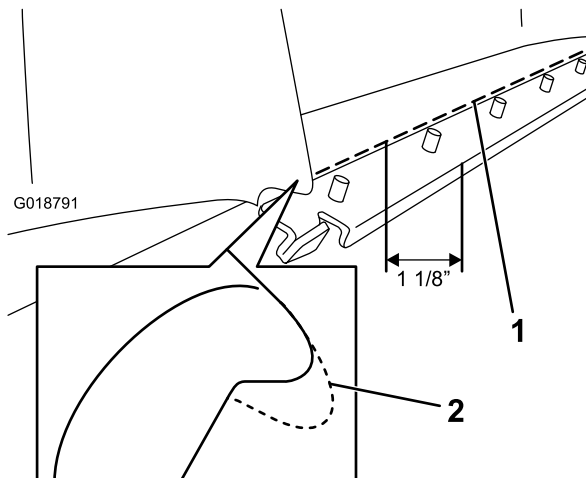

Figure 1
1. Coupez l'ancienne barrette de bac à 2,85 cm du bord avant du bac (Figure 1).
2. Coupez le bord avant du bac près du support déposé précédemment (Figure 1).